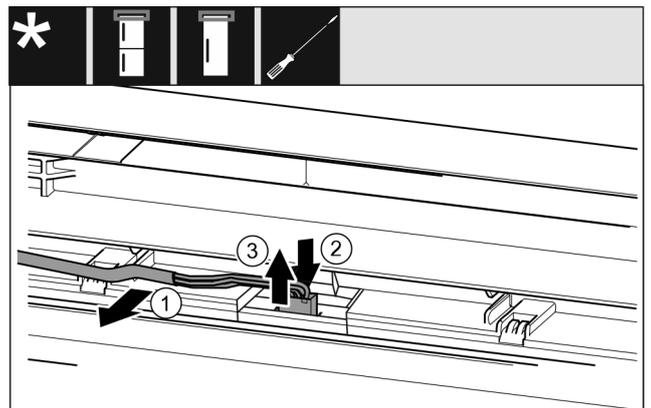

Fig. 18
- Suelte cuidadosamente el cable gris de la guía en la puerta. Fig. 18 (1)
- Empuje la pestaña detrás del conector hacia atrás. Fig. 18 (2)
- Saque con cuidado el conector hacia arriba. Fig. 18 (3)